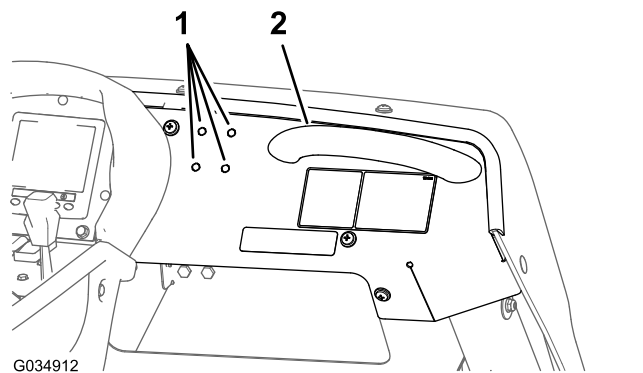

图 129
2. 从仪表板上拆下 4 孔穿孔样板图 129。
1. 找到仪表板上位于握柄左侧的 4 孔穿孔样板 1/4 英寸图 129。